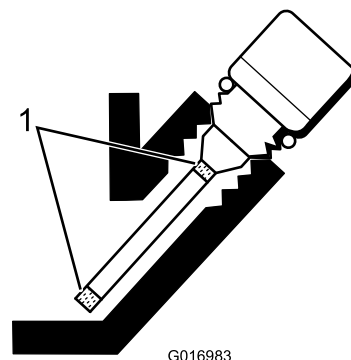

Figura 30
5. Si el nivel es bajo, añada solamente aceite suficiente para que llegue entre las marcas del indicador (Figura 30).